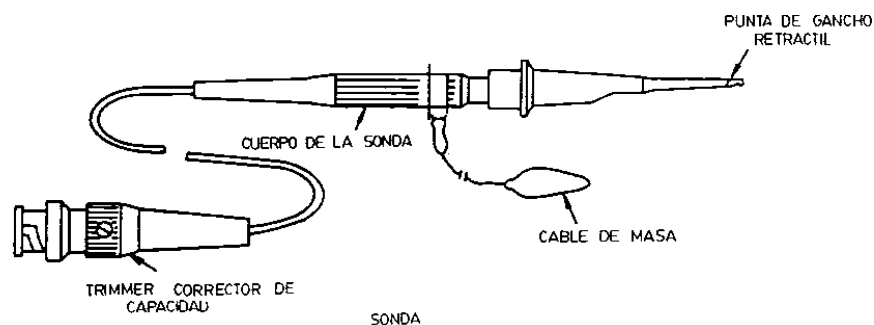

Figura 2.2: esquema de una sonda de osciloscopio.
2. Sondas: El aparato debe tener dos sondas, figura 2.2, o terminales insertados cada una en los bornes $X-1$ e $Y-2$. Cada sonda se compone a su vez de dos polos: el polo positivo es el gancho oculto en el extremo de la sonda que aparece retrayendo la punta, y el polo negativo o cable de masa, el cocodrilo. La sonda medirá la diferencia de potencial entre ambos polos.